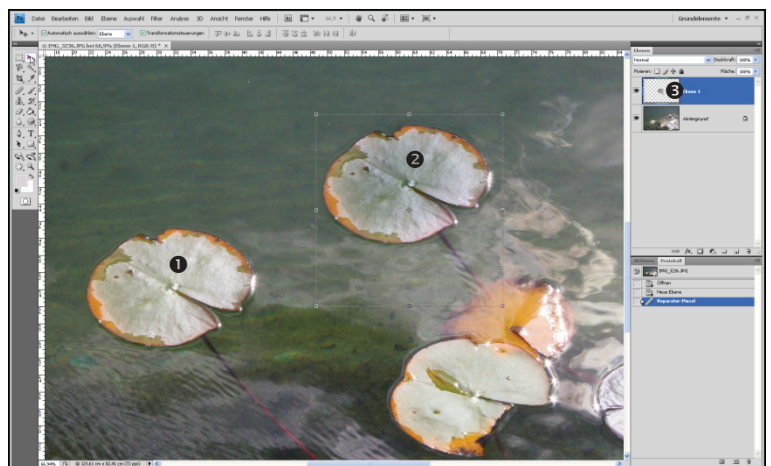

Abb. 11-75: Verschieben des geklonten Motivteils
Liegt die erzeugte Kopie auf einer separaten Ebene (Abb. 11-75 ❷), so kann sie bei Bedarf ausgeschaltet bzw. wie jedes andere Bildelement nachbearbeitet werden.
Zum Beispiel kann die Kopie (Abb. 11-75 ❷) mit W VERSCHIEBEN, P OPTIONEN | TRANSFORMATIONSTEUERUNGEN = *Ein* skaliert und an eine andere Stelle verschoben werden.
Soll ein Motiv (Abb. 11-75 ❶) unter Berücksichtigung der Helligkeitswerte am Zielort kopiert werden (Abb. 11-75 ❷), so kommt das W REPARATURPINSEL mit der aktivierten Option *Ausgerichtet* zum Einsatz.